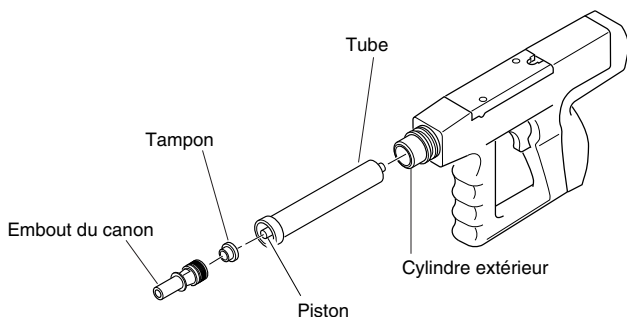

Figure 24 - Insertion du tube dans le cylindre extérieur
4. Insérer fermement le tube dans le cylindre extérieur en plaçant la section avec une fente vers le bas (consulter la Figure 24).